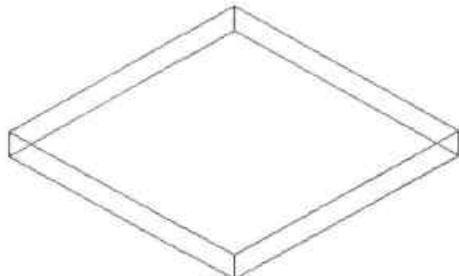

图13-48 绘制长方体
**Step01** 启动AutoCAD 2014软件，将当前视图设为西南视图，执行“长方体”命令，绘制长80mm、宽80mm、高8mm的长方体，如图13-48所示。